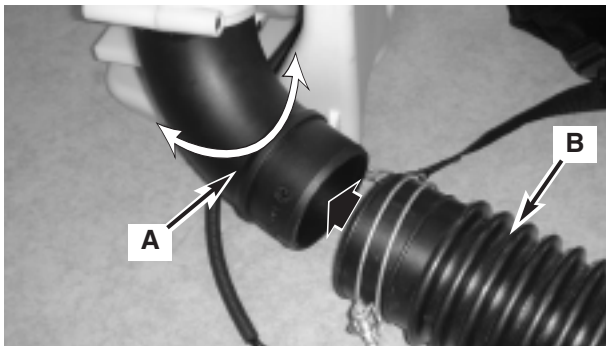
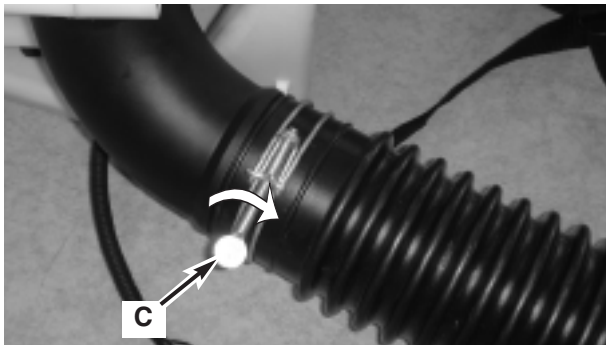

Fig. 1
Fig. 2
Conecte el tubo flexible (B) en el tubo de salida de ventilación (A) (Fig. 1) con la abrazadera (C) (Fig. 2) y apriételo con seguridad (Fig. 2)